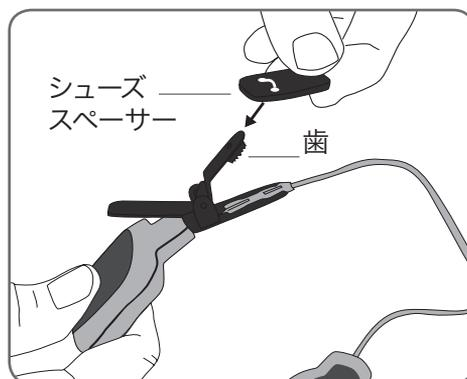

図 10 :シューズスペーサーを留め具にはめているところ
4. 必要に応じて送信器の留め具にシューズスペーサーをはめます(図 10 を参照)。シューズスペーサーをはめない、留め具の歯で靴を傷つけることがあります。